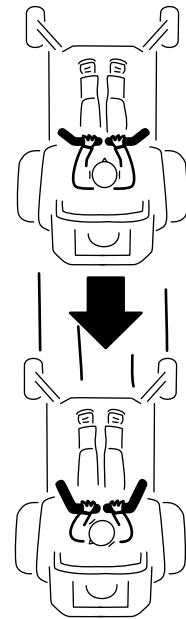

**Figura 25**
3. Para ir hacia adelante, empuje lentamente las palancas de control de movimiento hacia adelante (Figura 25).